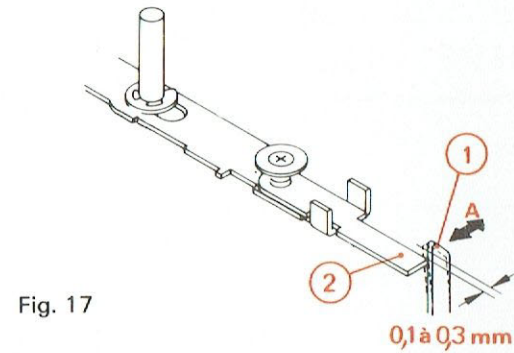

Fig. 17
H. RÉGLAGE DE L'ARRÊT AUTOMATIQUE (Fig. 17)
- 3° - Appuyer sur la touche « INVERSE » puis mesurer la distance entre le palpeur (2) et le levier d'arrêt automatique (1). Cette distance doit être comprise entre : **0,1 et 0,3 mm**
- 4° - Dans le cas contraire, plier légèrement, suivant la flèche A, le levier d'arrêt automatique (1) dans le sens convenable.